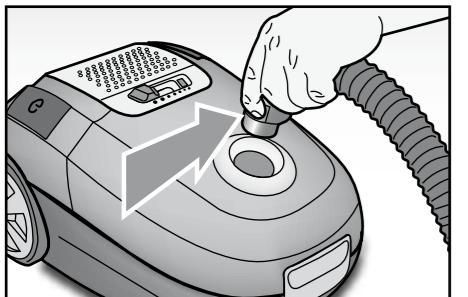

Fig. 2
- Inserire il manicotto (10) nell'apertura di entrata dell'aria (5) e premerlo finché non si blocca a scatto. Per rimuoverlo, è necessario premere contemporaneamente i due pulsanti di sblocco (12) ed estrarlo (Fig. 2).